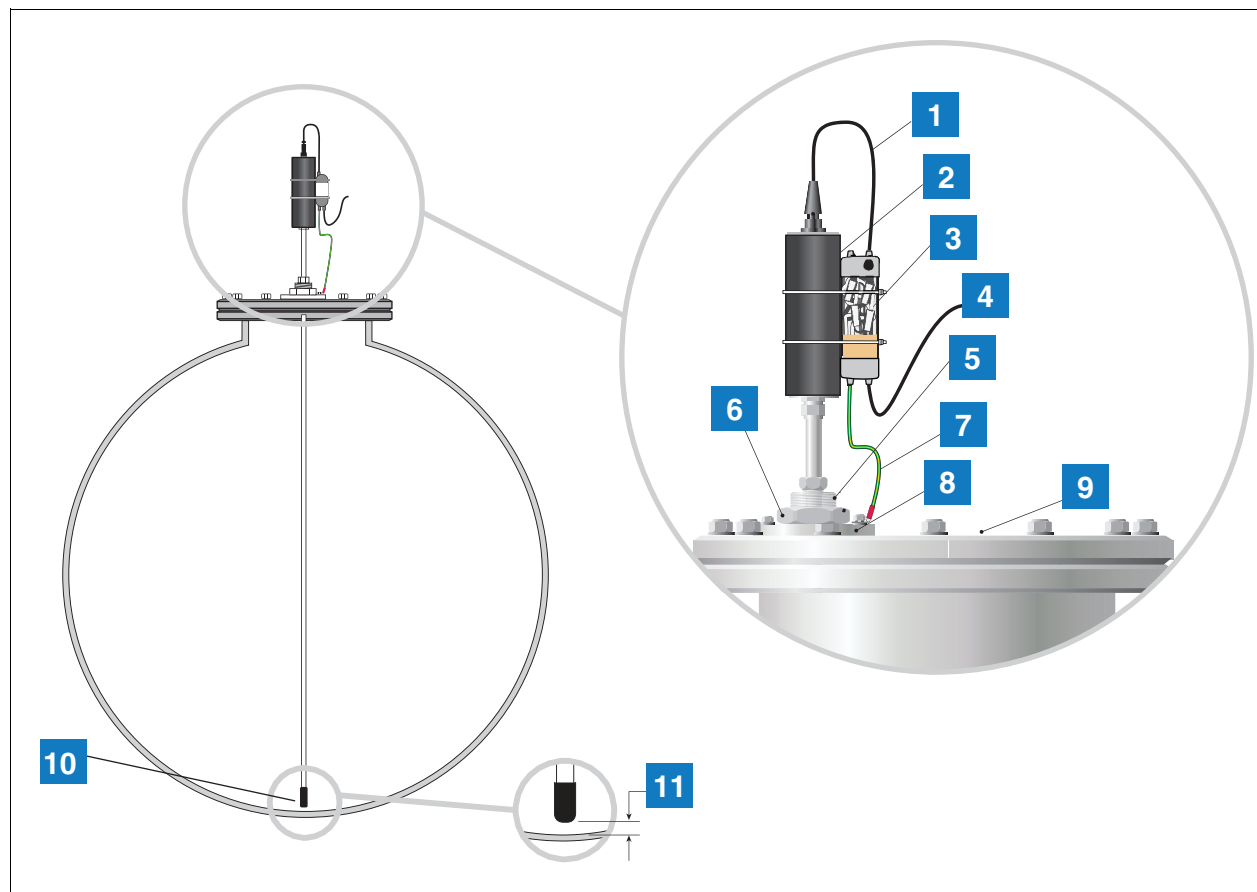

Рис. 7. Установка магнитного зонда в зоне 1 и технологическое соединение (сальник)
В определенных случаях при установке требуется модификация монтажно-сборочного устройства зонда, включая технологическое соединение (сальник), установленное непосредственно на люке резервуара, как показано на Рис. 7. Необходимо обеспечить наличие специального вентиля или фланца с резьбой G2 дюйм., 11 витков на дюйм DIN 2999 (BS2779). Перед установкой или обслуживанием магнитострикционного зонда отсоедините питание перем. тока от консоли TLS и убедитесь, что питание от консоли отключено. В ходе обслуживания отключите кабель зонда и отсоедините зонд от резервуара.
1. Необходимое для выполнения установки оборудование см. на Рис. 7.
7. Подключите направляющий кабель зонда к полевой проводке через климатозащищенную распределительную коробку или дополнительный двухканальный сетевой фильтр (P/N 848100-002), как показано на Рис. 7.
СИСТЕМА НУМЕРАЦИИ БЛОКОВ НА Рис. 7